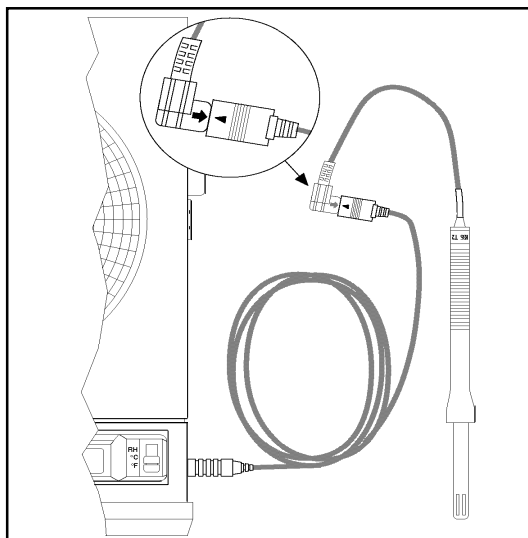

Figure 6 - Installation du câble prolongateur de 2 m
3. Pour utiliser le capteur à distance, raccordez le câble prolongateur de 2 m et utilisez les accessoires fournis à cet effet (voir Figure 6).